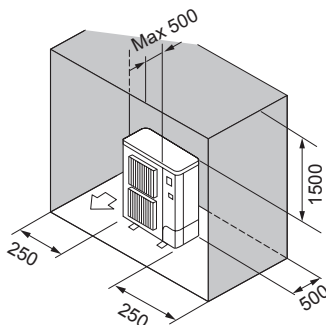

Fig. 2-11
- ⑥ Samo prepreke sa zadnje strane, bočno i iznad (Fig. 2-11)